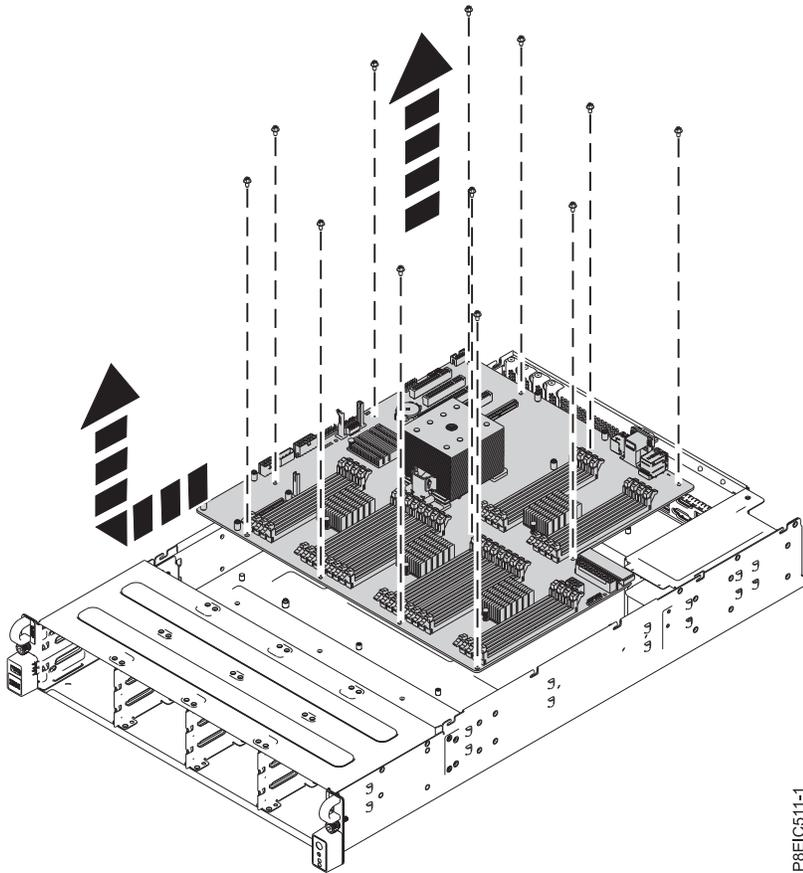

Figura 71. Levantando a painel traseiro do sistema
13. Movendo os cabos frontal para fora do caminho e segurando cuidadosamente o dissipador de calor do processador, deslize o painel traseiro do sistema em direção aos ventiladores e, em seguida, levante-o para removê-lo. Consulte a Figura 71 na página 64.